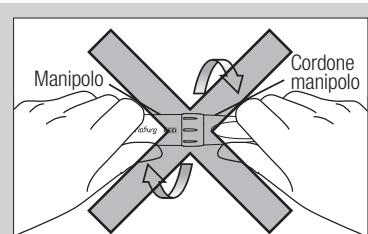

Fig. 22
- Il Manipolo non può essere rimosso dal cavo. Rimuovere o storcere il Manipolo potrebbe danneggiarne le parti interne e causarne la rottura. (Fig. 22)